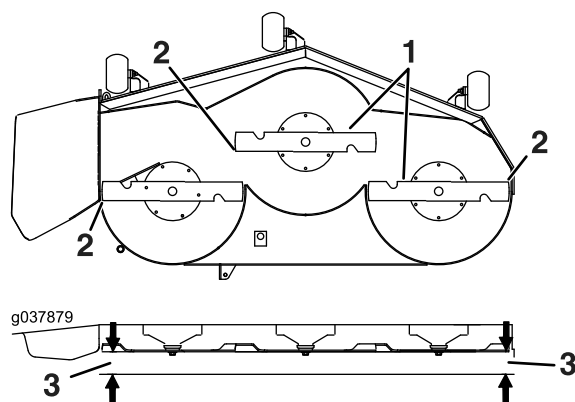

Figure 83
6. Mesurez la distance entre la pointe des lames et le sol plat (Figure 83). Si les deux mesures diffèrent de plus de 5 mm (3/16 po), ajustez l'horizontalité des lames; poursuivez cette procédure.
14. Tournez prudemment les lames pour qu'elles soient parallèles dans le sens transversal (Figure 83).